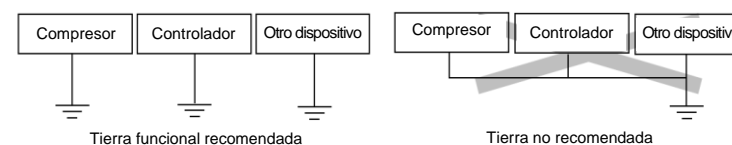

Figura 6
- El punto de tierra debe estar cerca de este controlador para que la longitud del cable sea menor. Véase la Figura 6. siguiente como referencia.